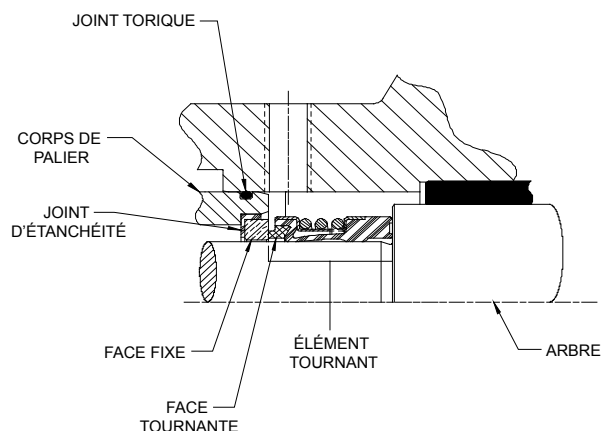

FIGURE 7
9. Voir **FIGURE 7** et les remarques sous « **JOINT MÉCANIQUE** » sur cette page. Lubrifier le pourtour extérieur du joint de siège et poser la partie fixe du joint mécanique dans l'extrémité du corps de palier. Noter que le côté brillant du joint est face à l'extérieur.